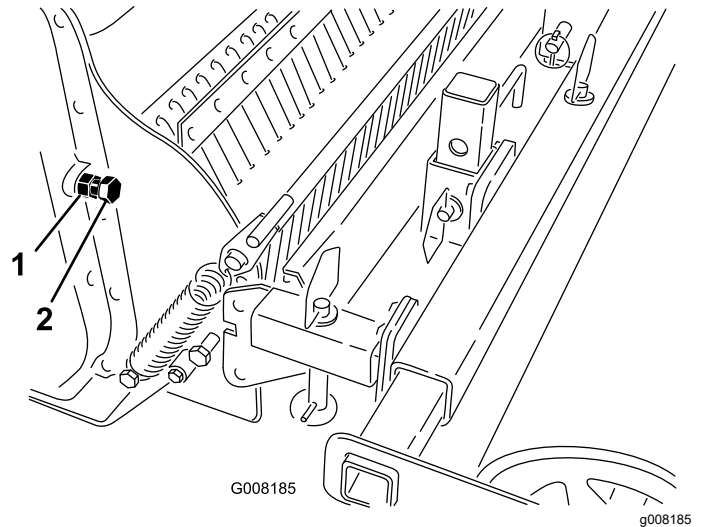

Figura 12
3. Afloje la contratuerca del tornillo de ajuste de la cadena (Figura 12).
4. Enrosque el tornillo a mano hasta que note resistencia (Figura 12).